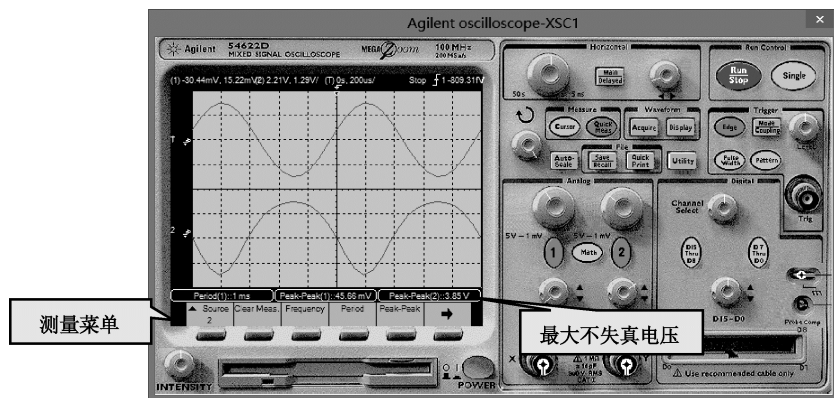

图 4.4.7 最大不失真电压 V_{opp}
(5) 在示波器面板中, 单击“快速测量”按钮 , 在显示区下方显示“测量菜单”, 单击第 1 个按钮, 将通道改为 2 (即测量电路输出端), 再单击第 3 个和第 5 个按钮, 即可显示通道 2 信号的频率和峰峰值 (Peak-Peak), 如图 4.4.7 所示。